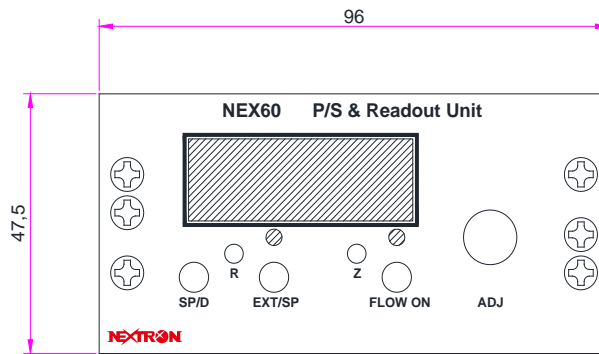

Figure 1 : Front Panel of the AMC60 Unit
2. Figure 1, 2, 3 을 참조하여 Cutting 한 Panel 에 집어 넣은 다음 mounting pawl 이 시계방향으로 돌아 cutting panel 에 물리도록 한 다음 Figure 4 와 같이 조여 체결한다.